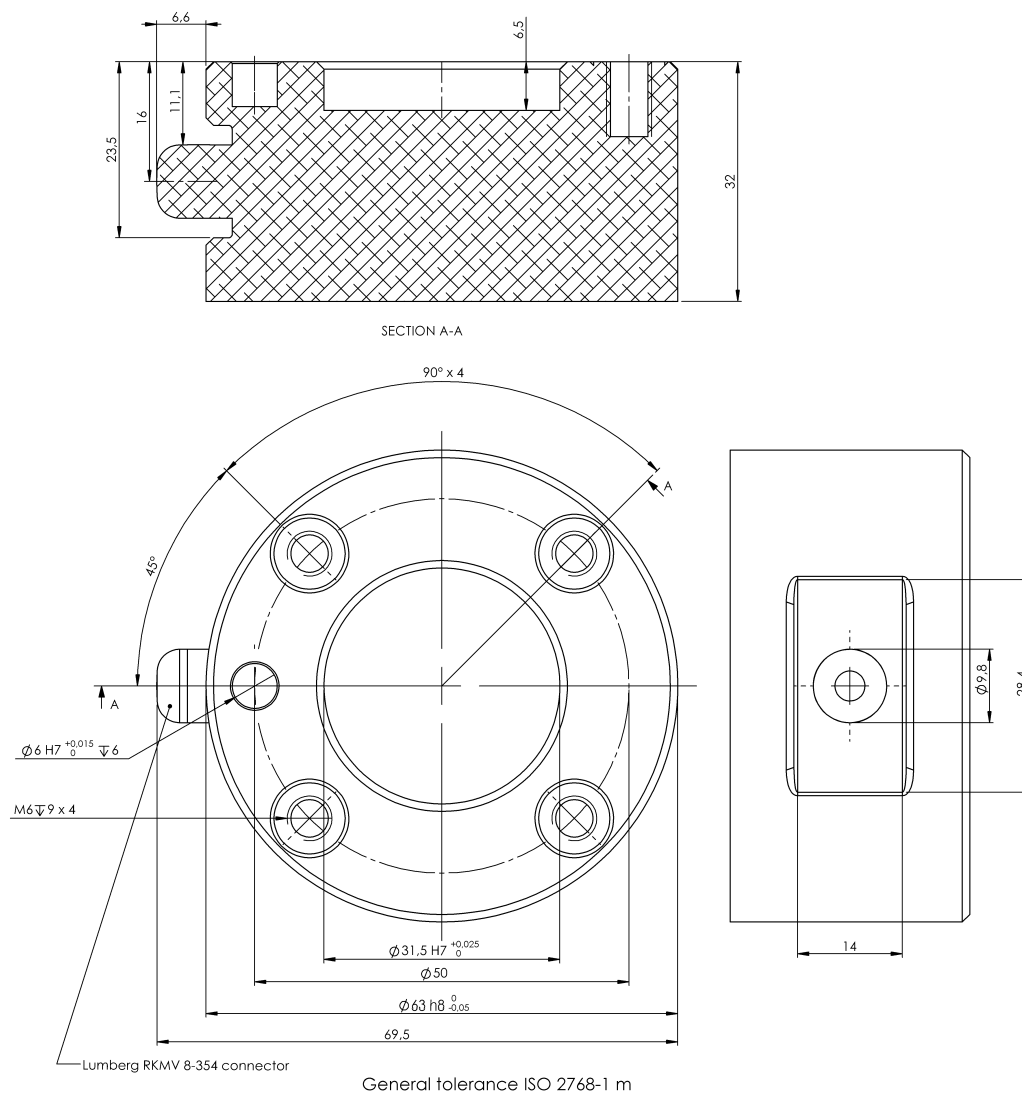

Рис. 4.2: Фланец для подсоединения инструмента, ISO 9409-1-50-4-M6. В этом месте инструмент прикрепляется к наконечнику робота. Все измерения приведены в мм.
**Инструмент** Во фланце робота для подсоединения инструмента имеются четыре отверстия с резьбой М6 для установки инструмента робота. Момент затяжки фиксаторов в отверстиях составляет 9 Н м. Если требуется очень точное расположение инструмента, воспользуйтесь отверстием Ø6, установив в него штифт. На рис. 4.2 показаны точки, в которых требуется просверлить отверстия для установки винтов.